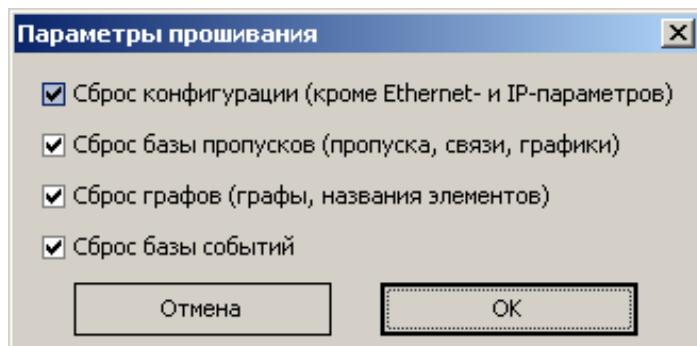

Рисунок 26
7) появится окно параметров прошивания (Рисунок 26). Выбрать все параметры и нажать «OK»;